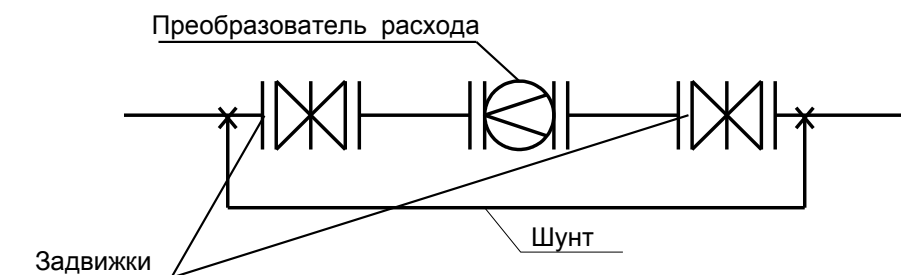

Рисунок 6.4 – Шунтирование преобразователя
Шунтирование преобразователя выполняют при помощи стальной полосы, приваренной к концам трубопровода в местах его разрыва в соответствии с рис. 6.4. Толщина шунта должна равняться толщине стенки трубы, а ширина шунта должна равняться половине внутреннего диаметра трубы.
***ВНИМАНИЕ! С целью обеспечения электробезопасности персонала, перед выполнением работ по разрыву электрической цепи, трубопровод необходимо зашунтировать стальной полосой в соответствии с рис. 6.4. Сварные швы необходимо выполнять сплошными и обеспечивающими нормальный электрический контакт.**